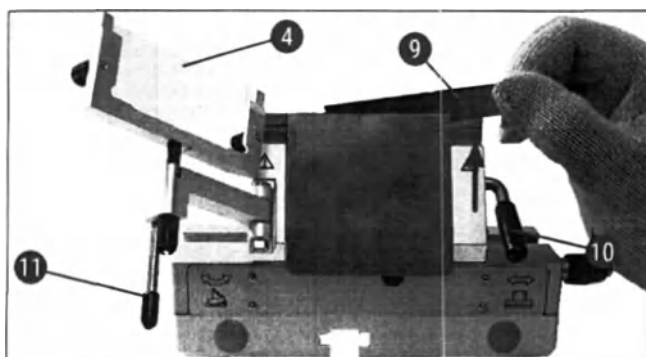

Рис. 31
2. Отпустите зажимной рычаг (→ Рис. 31-10), повернув его против часовой стрелки (→ "Рис. 31").
3. Осторожно вставьте лезвие (→ Рис. 31-9) сверху или сбоку между прижимной пластиной и креплением лезвия. Следите за тем, чтобы лезвие входило посередине и равномерно лежало на выступе (см. красную стрелку на рис. (→ "Рис. 31")).